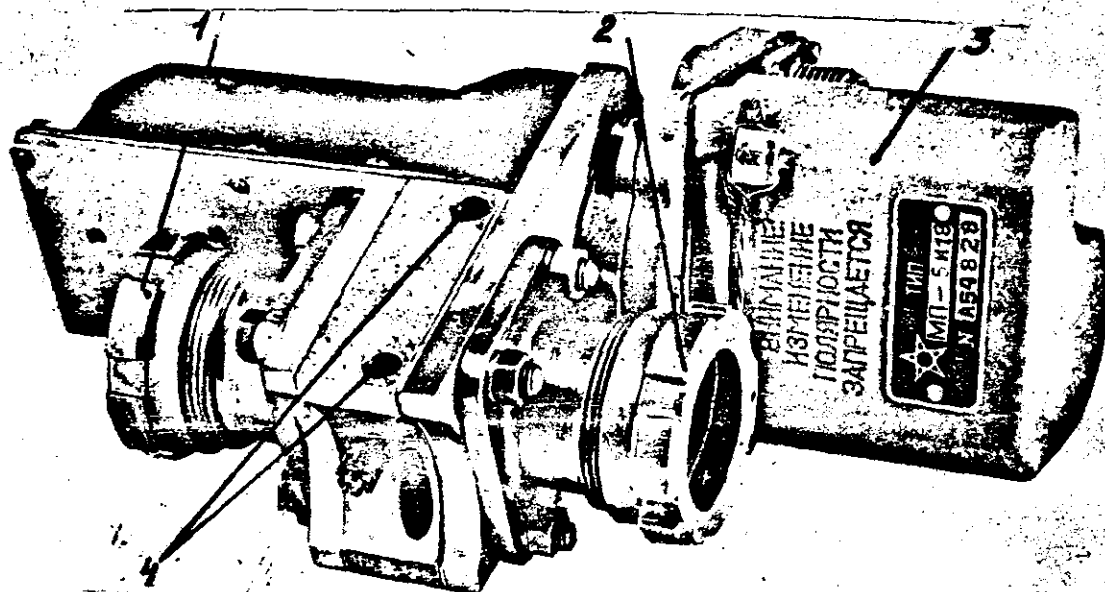

Рис.41. Клапан перепуска воздуха на обогрев
1. Отсоедините от клапана (рис.41) трубопровод подвода воздуха к ВНА.